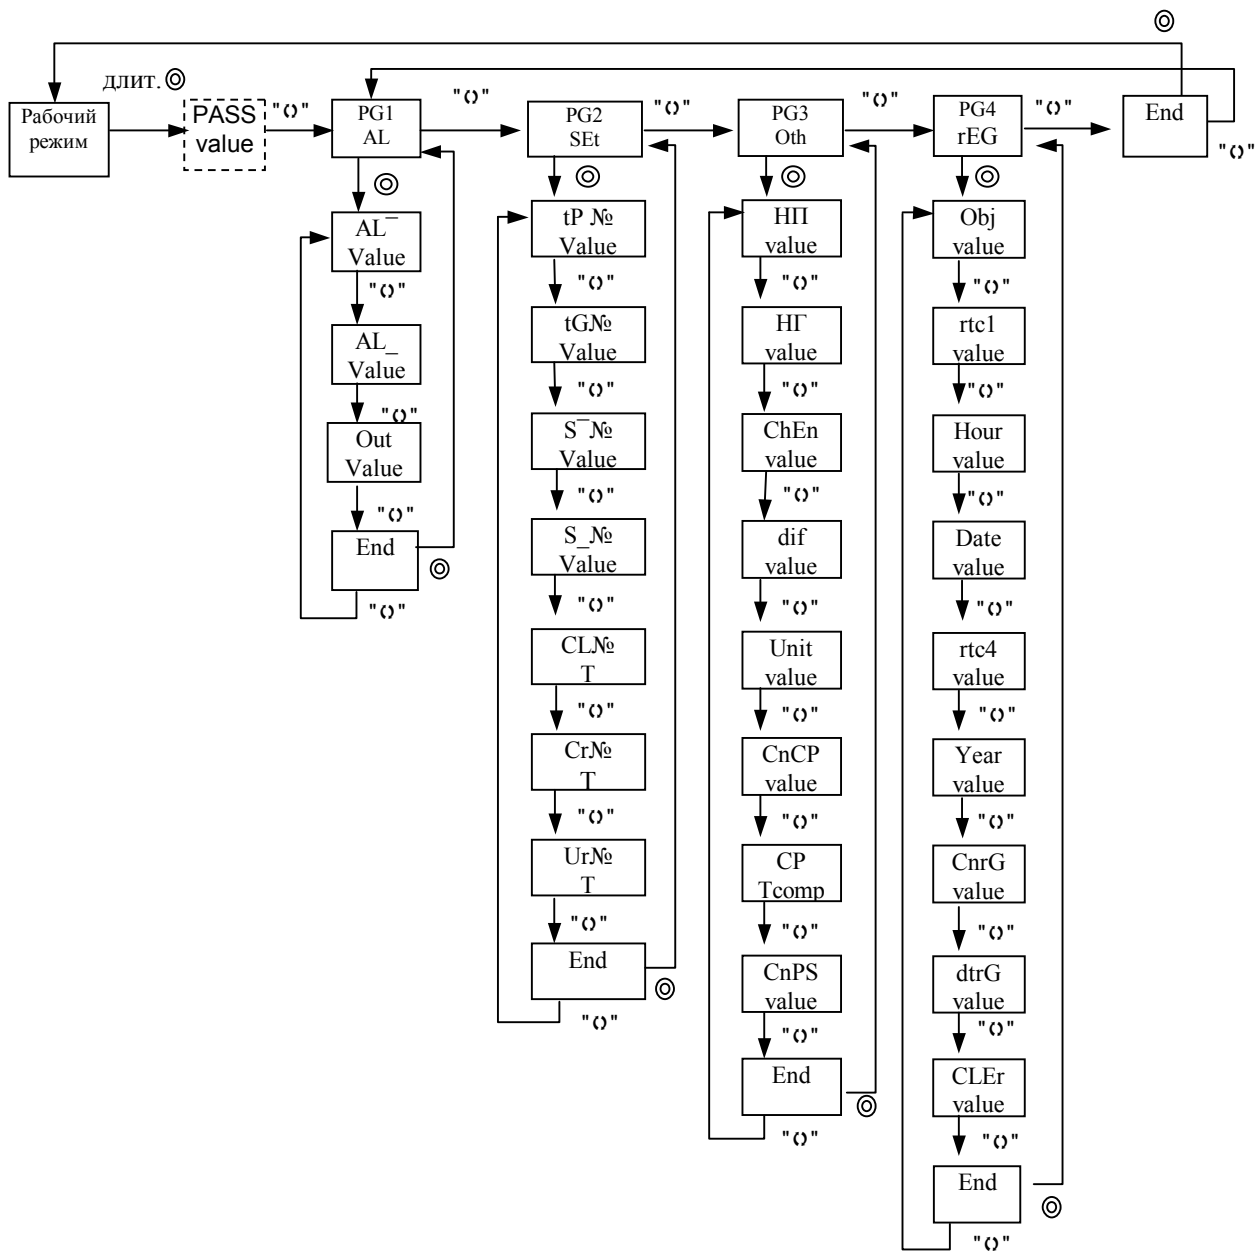

Рис. 1. Структурная схема меню пользователя.
4.3 ИТ имеет структуру меню пользователя, изображенную на рис.1.